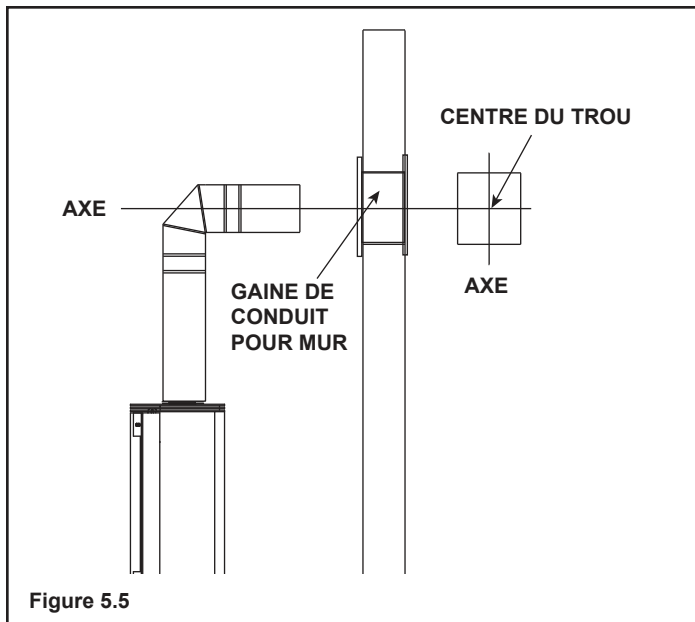

Figure 5.5
4. Pour utiliser une boîte-support ronde/gaine de conduit pour mur (voir les instructions du fabricant du conduit), tracez une ouverture carrée de 254 mm par 254 mm (10 po x 10 po) sur le mur. Le centre de l'ouverture carrée doit être aligné avec l'axe du conduit horizontal, comme illustré à la **figure 5.5**. Découpez un orifice dans le mur extérieur et construisez-y un cadre à l'endroit où le conduit se terminera. Si le mur est en matériaux non combustibles, par exemple en tuiles de maçonnerie ou en béton, un orifice de diamètre 178 mm (7 po) est acceptable.